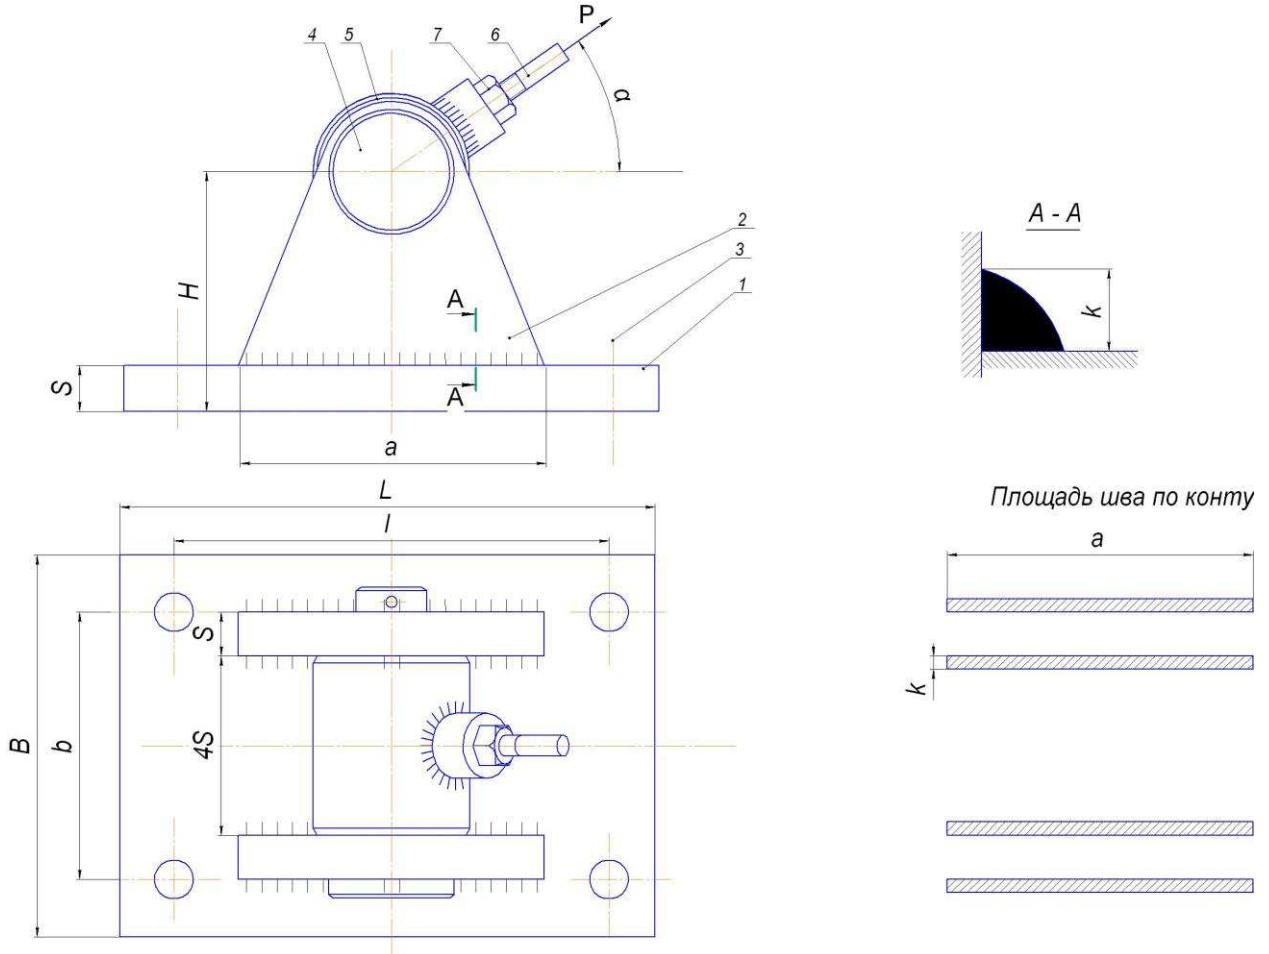

Рисунок 1. Кронштейн:
Расчет сварных швов кронштейна и болтовых соединений его опорной плиты с фундаментом (рис.1).
4. Назначить размеры **a** и **k** (см.рис.1) сварных швов.